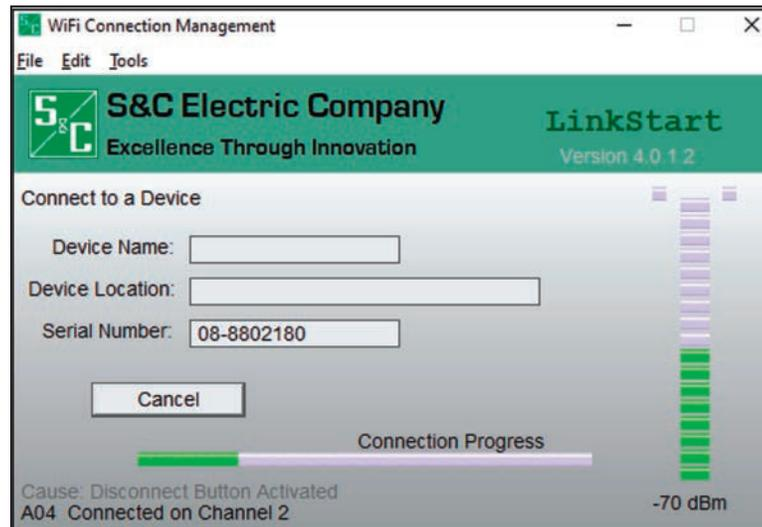

Figura 24. La ventana de diálogo Gestión de la conexión Wi-Fi.
PASO 4. Para las conexiones Wi-Fi, se inicia el software LinkStart y debe introducirse el número de serie del dispositivo en el campo **Serial Number (Número de Serie)**. A continuación, haga clic en el botón **Connect (Conectar)**. Ver Figura 24.